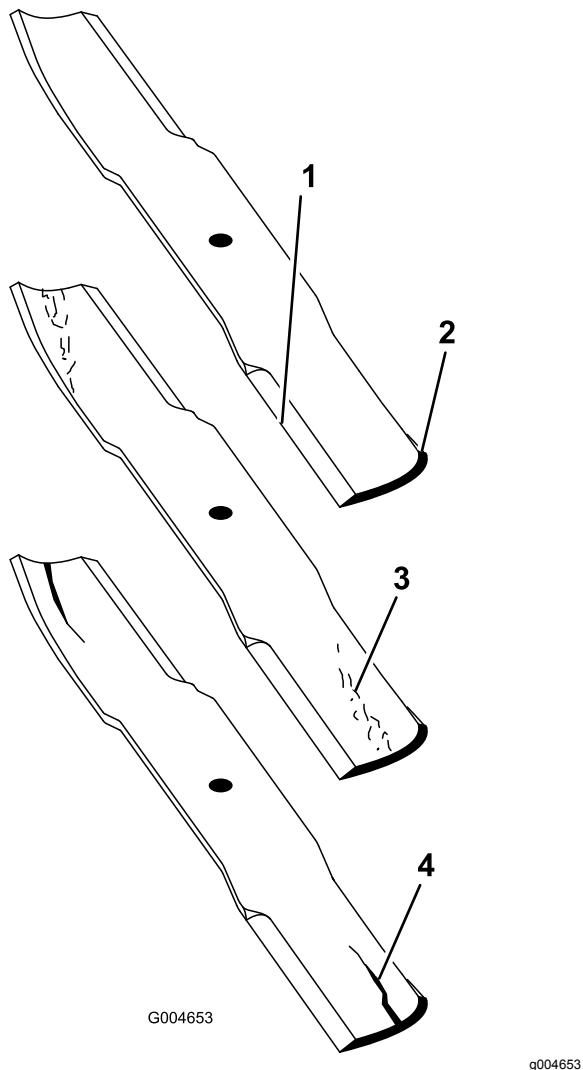

Figura 111
- Examine cuidadosamente as extremidades da lâmina, prestando especial atenção à zona onde se encontram as partes curvas e planas da lâmina (Figura 111). Deverá verificar o estado da lâmina antes da operação de corte, já que a areia e outro material abrasivo poderá desgastar o metal que liga a parte curva e plana da lâmina. Se verificar que esta zona se encontra desgastada (Figura 111), substitua a lâmina.